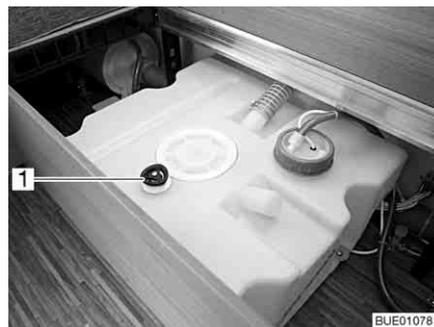
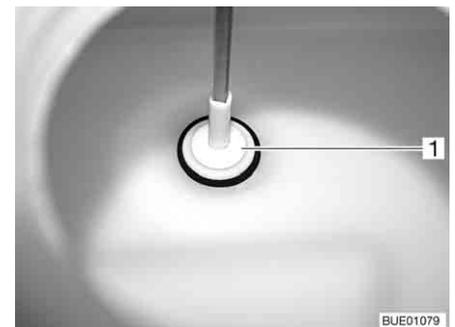

Fig. 190 Serbatoio dell'acqua
Fig. 191 Tappo di chiusura
- Sul serbatoio dell'acqua, ruotare la maniglia girevole (Fig. 190,1) in senso antiorario fino alla battuta. Sollevare sul fondo della tanica il tappo di chiusura (Fig. 191,1).
- Sul serbatoio dell'acqua, ruotare la maniglia girevole (Fig. 190,1) in senso orario fino all'arresto. Sul fondo della tanica il tappo di chiusura (Fig. 191,1) chiude l'apertura di scarico.